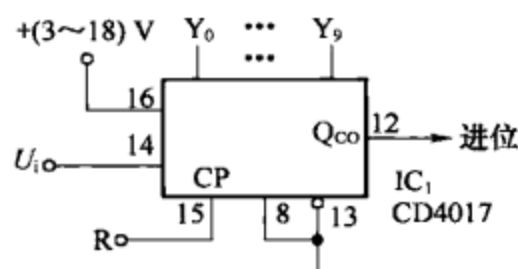

图 8-45
(4) 图 8-45 所示为十进制计数器。采用十进制计数/分配器 CD4017 构成，计数状态由 CD4017 的 10 个译码输出端 $Y_0 \sim Y_9$ 显示。每一时刻 $Y_0 \sim Y_9$ 中只有一个输出端为“1”，且与计数个数相对应，其余输出端皆为“0”。每输入 10 个脉冲，进位输出端 Q_{CO} 端输出一个进位脉冲。